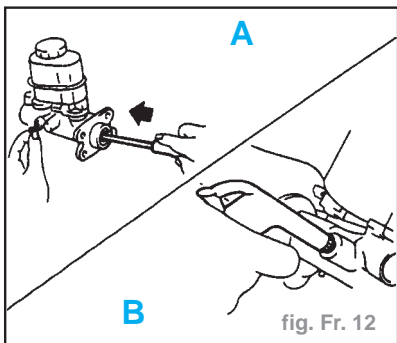

fig. Fr. 12
- Déposer la butée de piston alors que le piston est enfoncé dans le cylindre (modèles à ABS uniquement) (fig. Fr. 12-A).
- S'il est difficile de déposer l'ensemble de piston secondaire, insuffler progressivement de l'air comprimé par la sortie de liquide de frein (fig. Fr. 12-B).
- Reposer la butée de soupape alors que le piston est enfoncé dans le cylindre (modèles à ABS uniquement) (fig. Fr. 12-A).